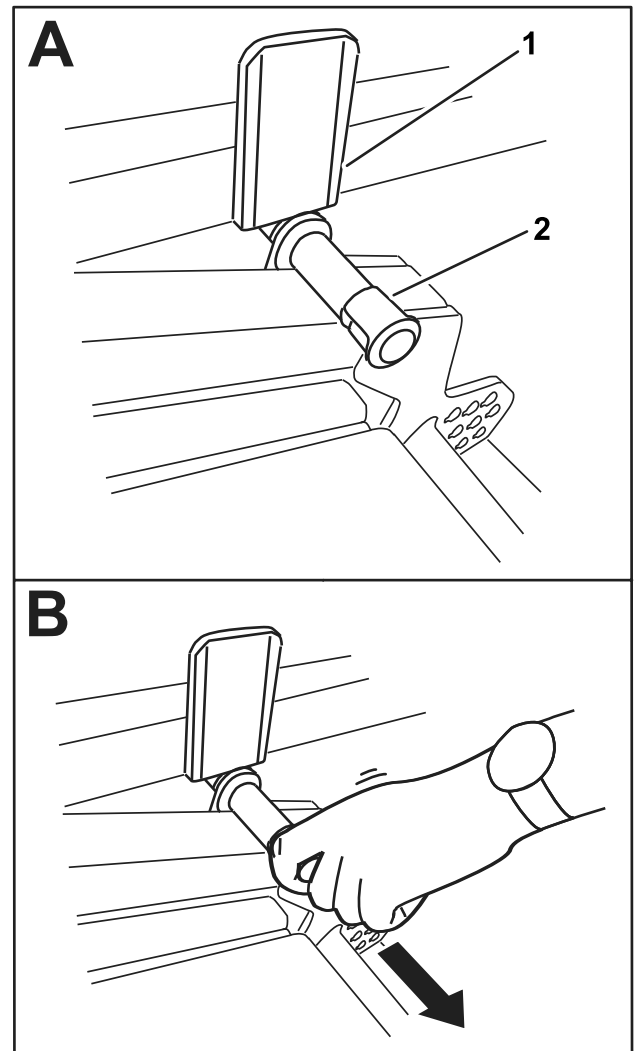

Bild 39
2. Drehen Sie das Mähwerk langsam nach unten, bis der Stift die Hubarmplatte berührt (A in Bild 39).
3. Drücken Sie das Mähwerk mit dem Fuß nach unten und ziehen Sie es dann den Stift heraus (B in Bild 39), um das Mähwerk in die TRANSPORTSTellung zu bringen.